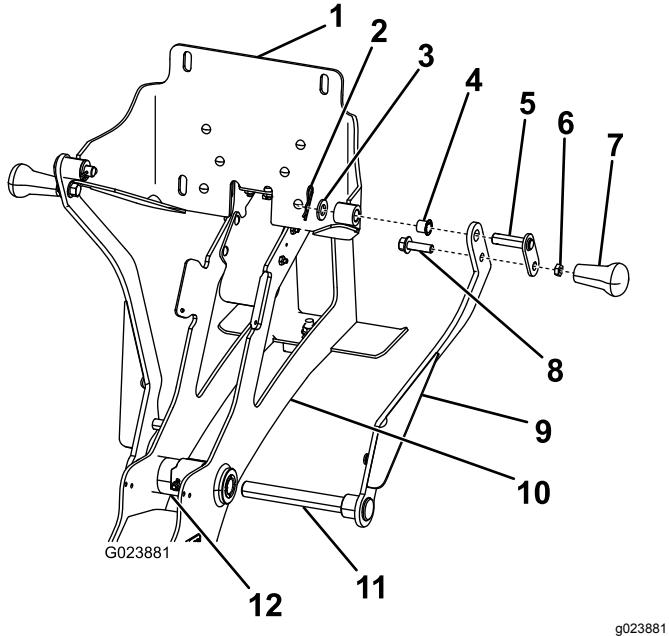

Figura 6
- Insira o eixo do braço da cavidade direita através do veio da dobradiça (Figura 6).
- Instale sem apertar o braço esquerdo ao eixo exposto no outro lado da estrutura. (Figura 6).
- Na parte de trás do conjunto da placa, instale os 2 casquinhos pequenos nos pontos de articulação da placa posterior (Figura 6).
- Mova o conjunto da placa posterior para trás para a posição entre os furos superiores em cada braço. (Figura 6).
- Instale o pino articulado através do furo superior no braço e conjunto da placa posterior. (Figura 6).
- Prenda o manípulo à parte de trás da placa utilizando uma anilha plana e contrapino como se mostra na Figura 6.
- Prenda os manípulos nos furos inferiores nos braços (Figura 6) com um parafuso (3/8 x 1-1/4 pol.) e porca (3/8 pol.).
- Fixe o pino da articulação superior do braço da cavidade esquerdo à placa posterior com uma anilha (1/2 pol.) e um gancho (Figura 6).